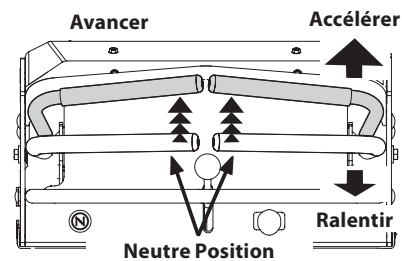

Fig. 10
1. Avancez lentement et régulièrement les deux leviers de contrôle de la barre abdominale. La tondeuse commencera à avancer (Fig. 10).